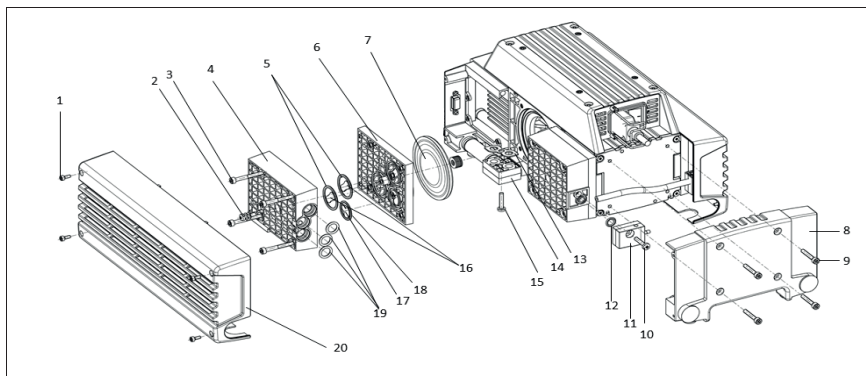

Abb. 4: Explosionszeichnung PJ25481-950.50.18
1. Die acht Befestigungsschrauben (Abb. 4/1) lösen und die Kopfabdeckungen (20) abnehmen.
5. Köpfe 1 und 2 und Köpfe 3 und 4 auf das Kompressorgehäuse aufsetzen; Befestigungsschrauben (Abb. 4/3) über Kreuz handfest anziehen (Anzugsmoment: 3,5 Nm).
9. Kopfabdeckungen (Abb. 4/20) wieder montieren: